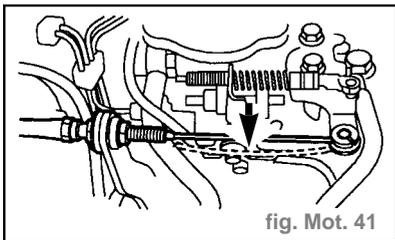

fig. Mot. 41
- Le levier de papillon s'appuyant contre sa vis de butée, un jeu correct du câble correspond à une flèche de 4 mm du câble (fig. Mot. 41).